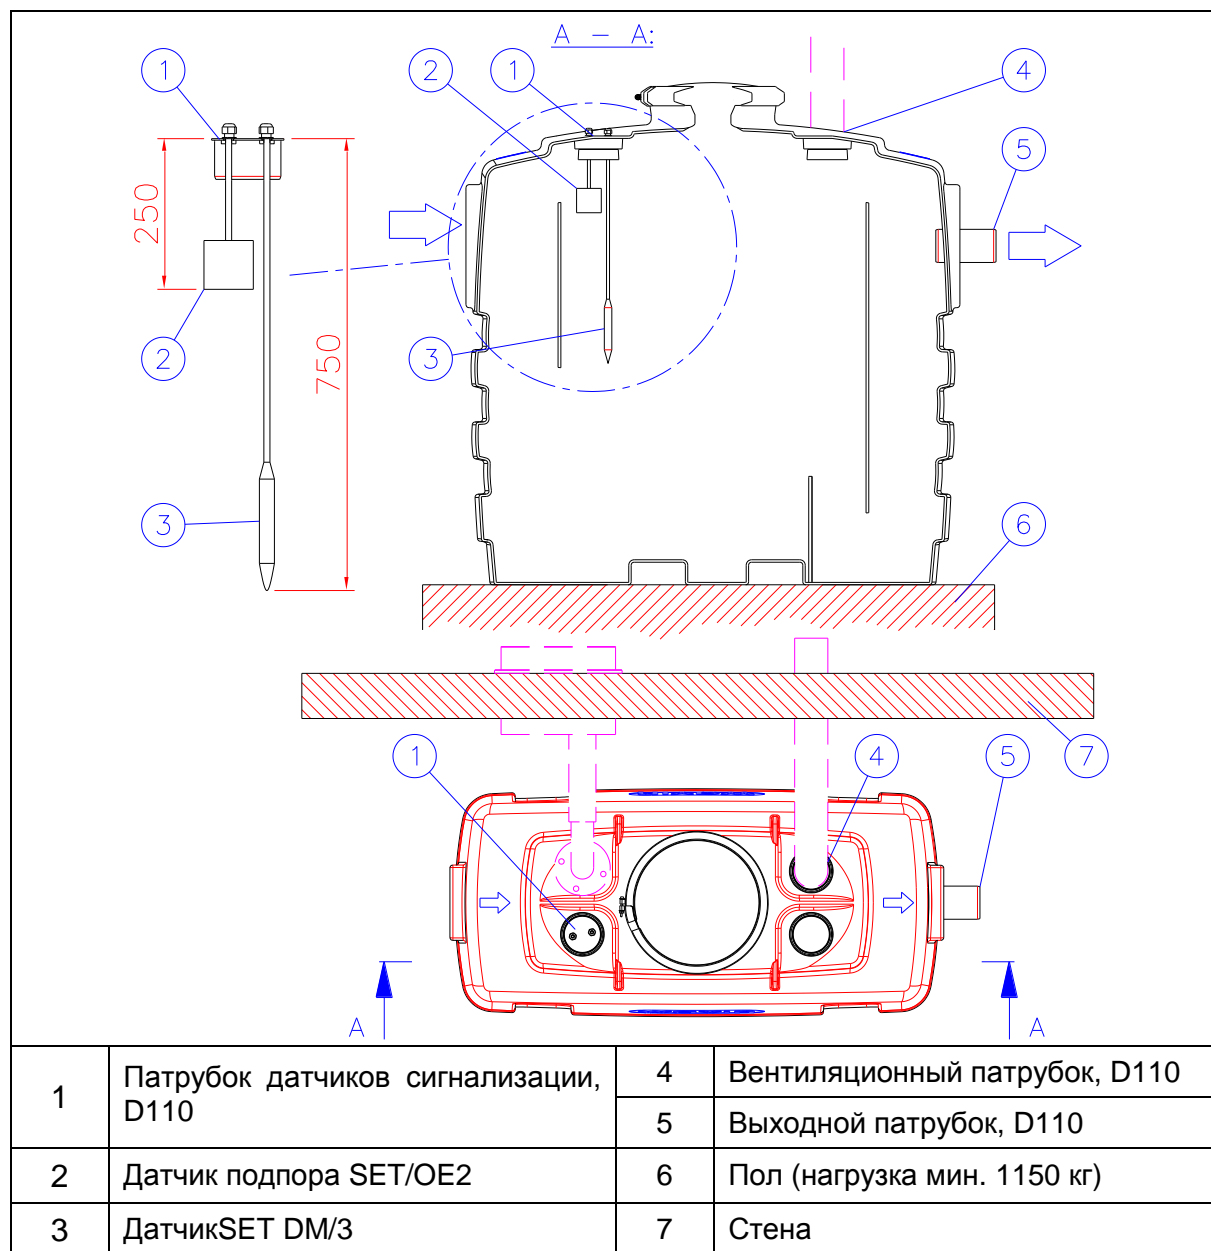

Рис. 6. Установка датчиков сигнализации
4. Вентиляционную трубу (дополнительное оснащение) и разгрузочную трубу (дополнительное оснащение) следует монтировать со стороны стены. Установите вентиляционную трубу в сквозной патрубков \varnothing 110, находящийся на отделителе Рис. 6 .
5. Установите датчики сигнализации (Часть 4 и Рис. 6).
6. Установите разгрузочную трубу DN80 с фланцевым патрубком в разгрузочную трубу отделителя. Разгрузочная труба подсоединяется к соединительной коробке быстроразъемного соединения Imibox (дополнительное оснащение), которая устанавливается снаружи здания. При использовании разгрузочной трубы рекомендуется выбрать гибкий шланг, применяемый для подобных целей (Рис. 6).
В жироотделителе со стороны входного патрубка находится два сквозных патрубка, в один из которых установлена разгрузочная труба, а в другой следует установить датчики сигнализации. Датчики установлены в заглушку D110, которую необходимо вставить на ее место в сквозной патрубок. Отрегулируйте кабели так, чтобы расстояние от основания датчика SET/OE2 контролирующего подпор в системе, до верхней поверхности заглушки составляло 250 мм, а расстояние от основания датчика SET DM/3 до верхней поверхности заглушки – 750 мм (Рис. 6). Датчики соединены соединительной коробкой.